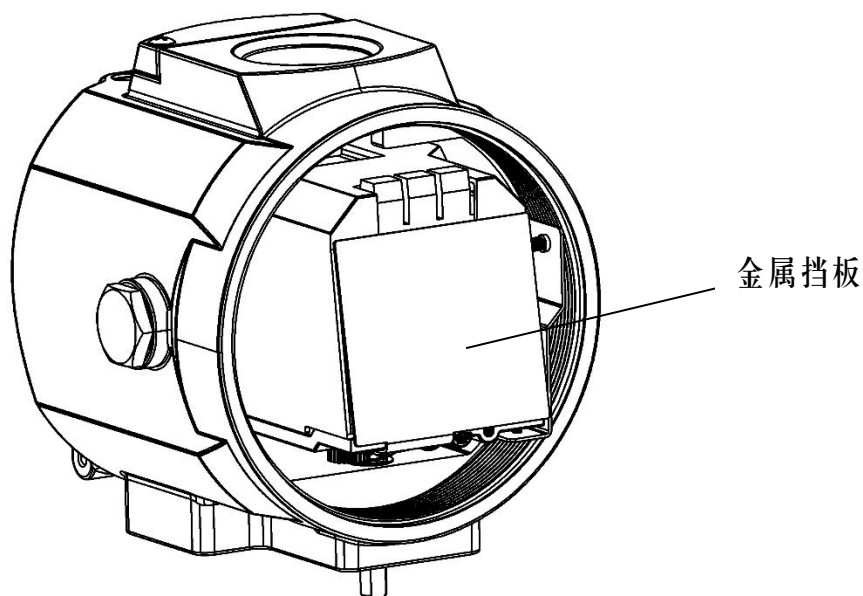

图 29. 内部金属挡板
- 将反馈模块按图 29 所示位置安装，模块电气接口和电路板上接口按照对应颜色连接，用 M3 弹垫和 M3 盘头螺钉固定反馈模块，最后装上金属挡板和上盖。